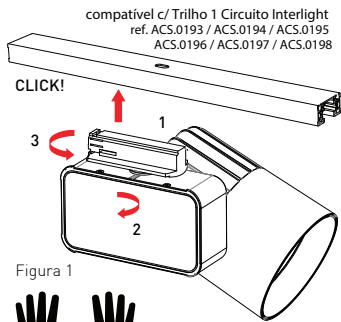
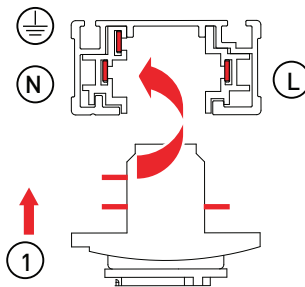

Figura 1
Figura 2
2. Verificar **posição dos contatos** do adaptador, alinhar com o trilho (figura 2), e **encaixar no trilho** (figura 1).